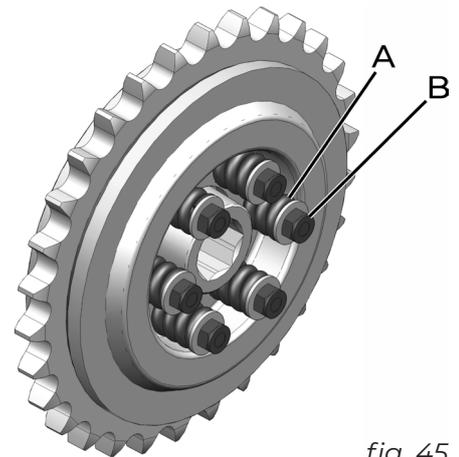

fig. 45
O limitador de torque também pode ser ajustado de acordo com as condições de colheita. Quando o limitador estiver “patinando” com frequência, **pare imediatamente, procure a causa e corrija-a**. Se não possuir nada obstruindo a unidade colhedora ou sem-fim alimentador, pode ser realizado o ajuste na pressão das molas (A) (fig. 45). Importante é realizar o aperto das porcas (B) por igual. Nunca aperte as porcas de modo que a mola fique completamente comprimida, pois assim o sistema perderá sua funcionalidade, podendo até causar danos ao sistema.